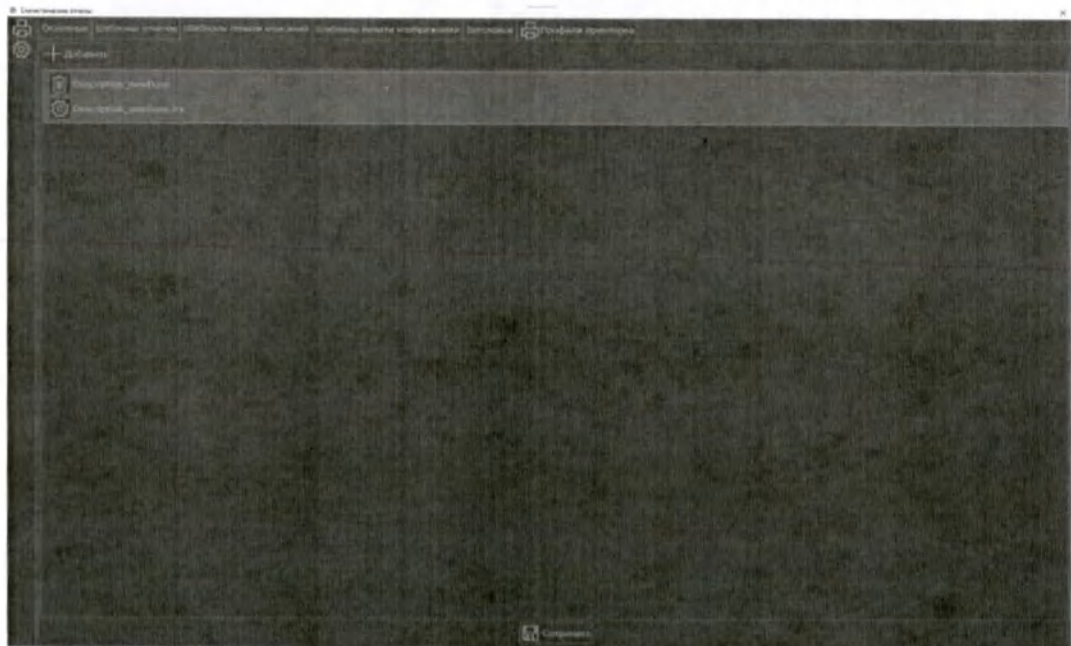

Рис. 145 Внешний вид вкладки "Шаблон печати описаний"
- В открывшемся окне выбрать вкладку «Шаблоны печати описаний» (Рис. 145 Внешний вид вкладки "Шаблон печати описаний");